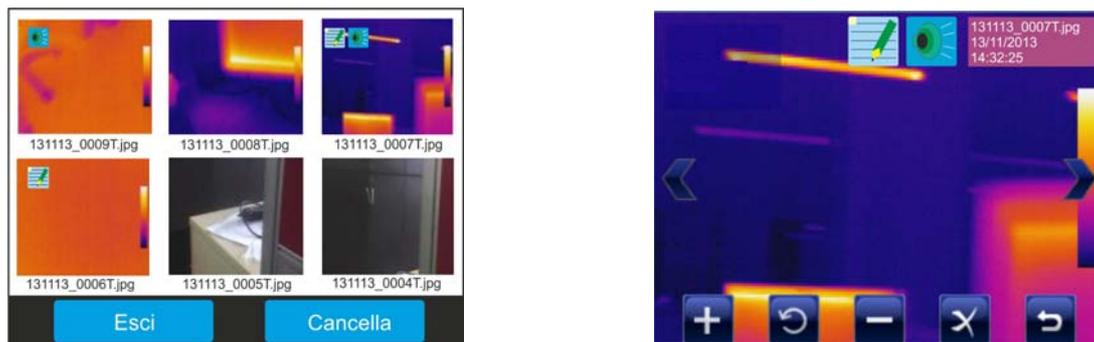

Fig. 65: Richiamo a display immagini salvate
1. Toccare l'icona  nel menu principale. La videata seguente è mostrata a display (vedere Fig. 65 – Parte sinistra)
4. Toccare una immagine della galleria per rivederla. La videata di Fig. 65 – Parte destra è mostrata a display. Il significato dei simboli presenti è il seguente: